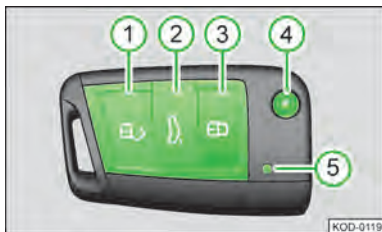

图 41
将钥匙指向车辆并短按解锁按钮¹ 图 41，见第 43 页：
如果您按下按钮¹ 图 41，见第 43 页，但在 30 秒内没有打开车门或行李厢，车辆将自动上锁，此功能可防止车辆在无意中被解锁。
将钥匙指向车辆并短按 1 次闭锁按钮³ 图 41，见第 43 页：
按压按钮⁴ 图 41，见第 43 页，钥匙头自动翻开。
按压按钮⁴ 图 41，见第 43 页，将钥匙头折回外壳。
- 短按按钮 **2**» 图 41, 见第 43 页, 可以将行李厢盖单独解锁。
- 长按按钮 **2**» 图 41, 见第 43 页, 可以将行李厢盖单独解锁并部分打开。
如果通过按钮 **2**» 图 41, 见第 43 页解锁或打开了行李箱盖, 那么行李箱盖在关闭后会自动锁定。